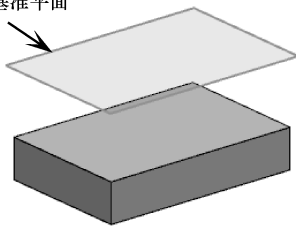

图 1-46 创建新基准平面
- 05 单击对话框中的【确定】按钮，完成新基准平面的创建，如图 1-46 所示。